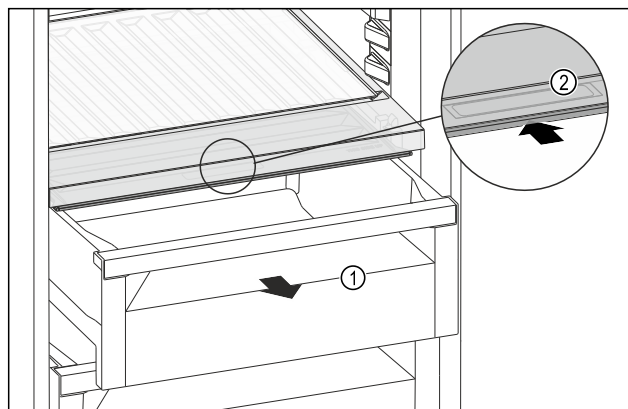

Fig. 207
- Retirer le tiroir Fig. 207 (1).
- Saisir la poignée encastrée Fig. 207 (2) du couvercle du compartiment et pousser le couvercle du compartiment vers l'arrière.